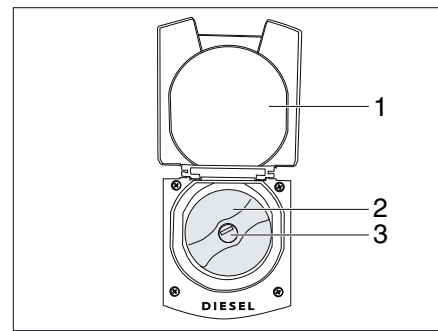

Fig. 31 Tapa de cierre abierta con tubo de llenado de combustible
- Cerrar la tapa de cierre (Fig. 31,1).